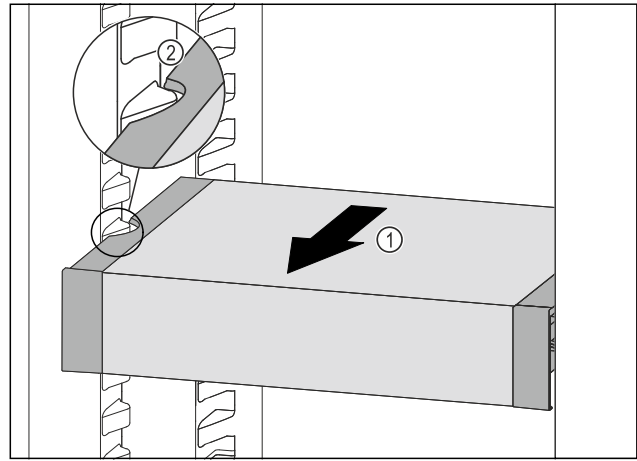

Fig. 97
- ▶ Потягнути VarioSafe вперед Fig. 97 (1), поки бокові заглиблення VarioSafe не опиняться на рівні ребра для ємності в охолоджувальному відділенні. Fig. 97 (2)